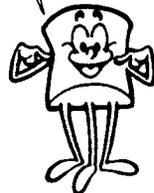

Fig. 8
- FIG. 8 - Funcionando por princípios distintos, porém construído basicamente com os mesmos ma-